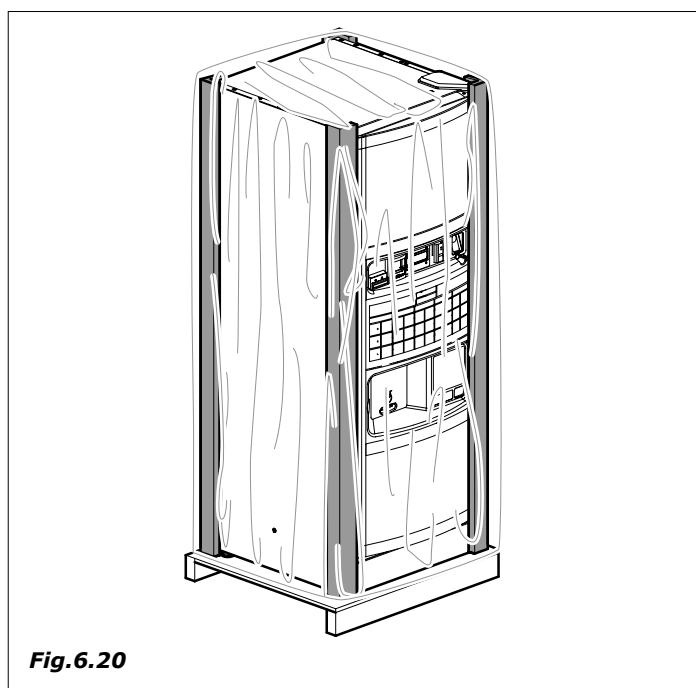

Fig.6.20
- Proteger el exterior con un film o bolsa de celofán (Fig.6.20)